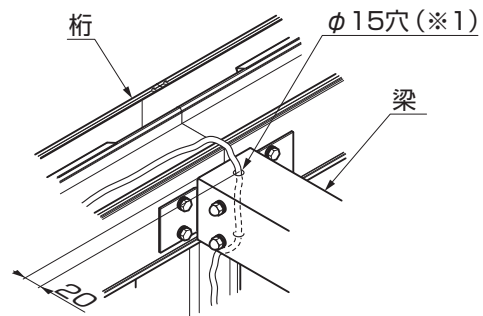

図2-10 配線用穴加工
- ①梁にφ15(※3)の配線用穴をあけてください。(図2-10参照)
- ②配線カバーにφ4.5の下穴をあけてください。
- ③配線カバーを柱の取付ける位置にあてて、柱にφ3.5の下穴(写し穴)をあけてください。
- ④配線カバー端部金具を配線カバーの両端に【2-1】で取付けてください。